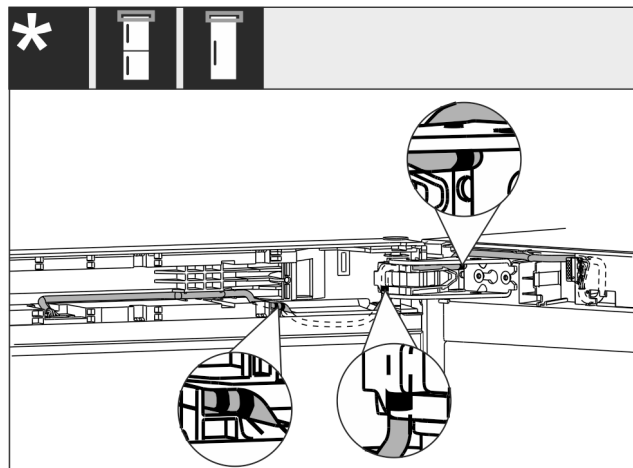

Fig. 39
- Vendosja e kablos bëhet siç tregohet në figurën Fig. 39 ().